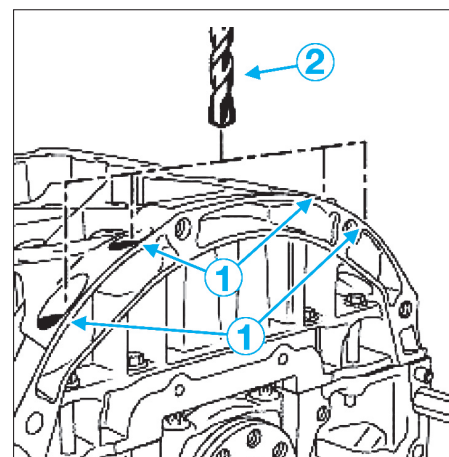

FIG. 76
- percer les obturateurs (1) de la semelle du carter-cylindres à l'aide d'un forêt de 13 mm (2) (fig. 76).